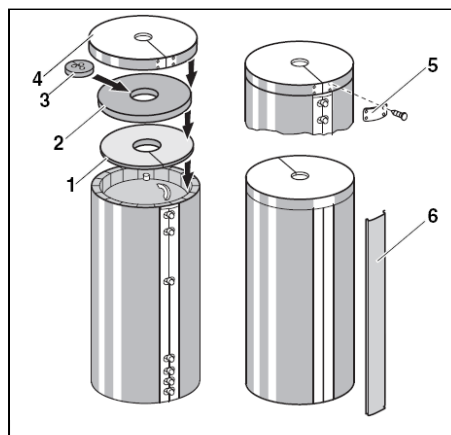

Рис. 10 Монтаж теплоизоляции (принципиальная схема)
- Прижмите накладную бленду (Рис. 10, Поз. 6) на фронтальной стороне поверх замыкающей планки теплоизоляционного мата.
- Верхние теплоизоляционные прокладки (Рис. 10, Поз. 1 и 2) уложите так, чтобы теплоизоляционная прокладка большей толщины (Рис. 10, Поз. 2) смыкалась с теплоизоляционным матом.
- Установите вкладыш с вырезами для подключения бойлера (Рис. 10, Поз. 3).
- Наденьте крышку бойлера (Рис. 10, Поз. 4) поверх теплоизоляционной прокладки и края теплоизоляционного мата.